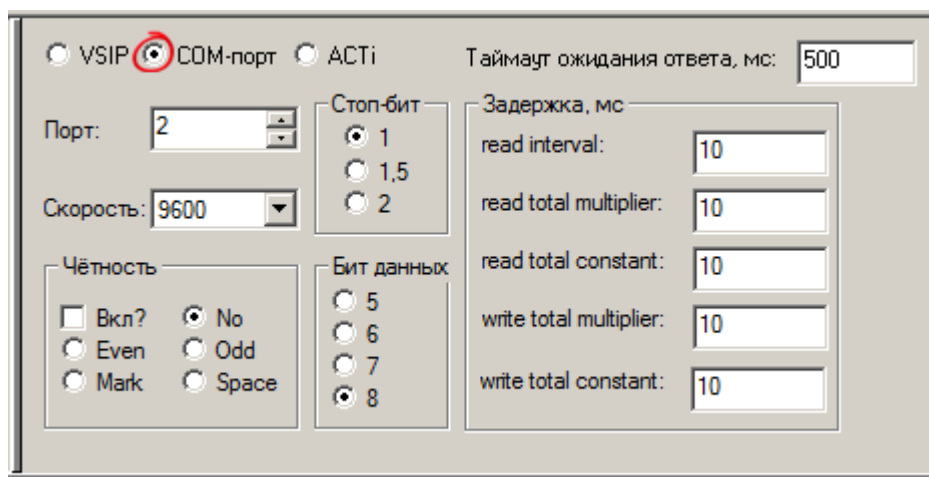

Рисунок 3 — Настройка подключения через COM-порт
3. На странице свойств, в группе радиокнопок, предназначенных для выбора способа подключения поворотного устройства, выберите **COM-порт** (рисунок 3).